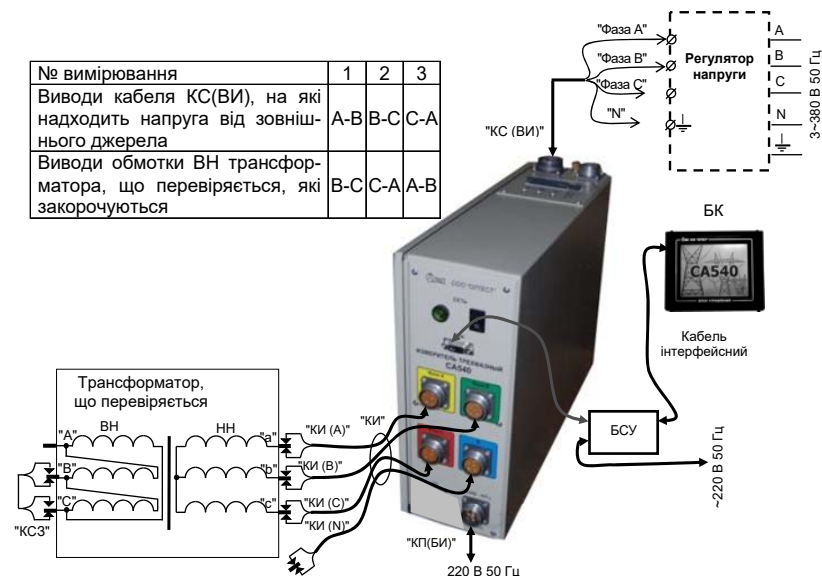

Рисунок 6.31
3) Підготувати схему до виконання першого вимірювання згідно з таблицею (рисунок 6.31). Під'єднати до зовнішнього джерела живлення виводи "Фаза А" і "Фаза В" кабеля КС(ВИ) і закоротити виводи обмотки ВН "В" і "С" трансформатора за допомогою кабеля силового КС3 у відповідності з даними для 1-го вимірювання таблиці, наведеної на рисунку 6.31.